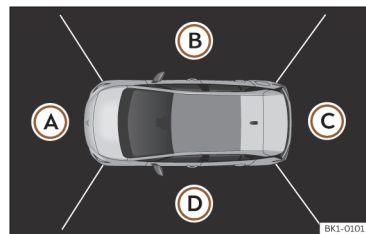

Fig. 153 Visualização do sistema de visão periférica: perspetiva aérea.
Pode-se escolher entre quatro vistas diferentes >>> **Fig. 153:**
Combinando as imagens de todas as câmaras, gera-se a perspetiva aérea  >>> **Fig. 153.** A perspetiva aérea pode-se seleccionar pressionando sobre o veículo dentro da zona.
Pressionando sobre as diferentes áreas >>> **Fig. 153** (A) a (D) da perspetiva aérea ou da perspetiva aérea reduzida, é possível seleccionar e fixar a vista correspondente, a qual será realçada a cor de laranja.